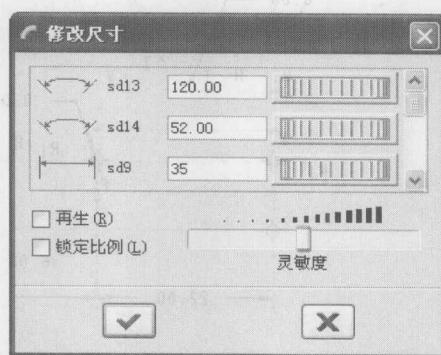

图 2-8
③ 在图 2-8 所示对话框中“再生”, 并对标注尺寸按要求进行修改。